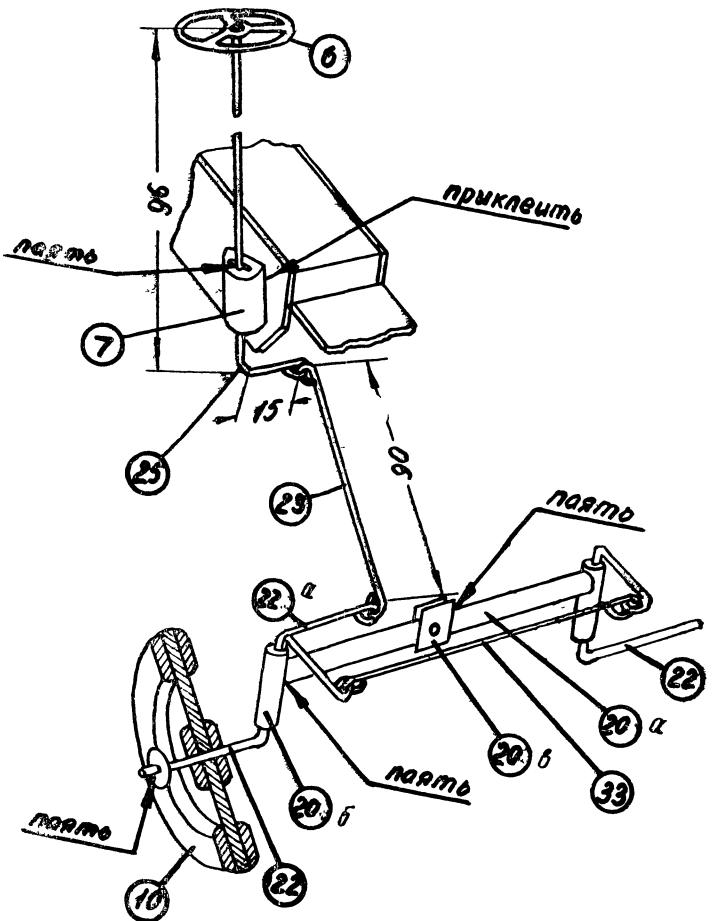

Рис. 5. Рулевое управление
Рулевое управление (рис. 5) служит для управления моделью и состоит из продольной тяги 28, соединяющей шарнирно дополнительный рычаг правой цапфы 22a и отогнутый конец рулевой колонки 25. Рулевая колонка 25 вставлена в деревянный подшипник 7, который при сборке приклеивается kleem БФ-2 к правому щитку 8. На верхний конец колонки тем же kleем крепится фанерное штурвальное колесо 6. Цапфы 22 впереди соединены между собой поперечной тягой 33 и образуют рулевую трапецию. Передние (10) и задние (11) колёса делают из фанеры: размеры их указаны на чертеже. Каждое переднее колесо 10 склеиваются из одного фанерного кружочка и двух таких же колец по бокам. С обеих сторон в центре колеса приклеиваются маленькие кружки — для увеличения ступицы.